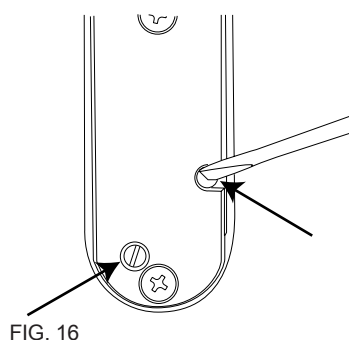

FIG. 16
1. Utilizzando un cacciavite a taglio, rimuovere le due viti situate sul retro dell'elettromaniglia fig. 16;
1. Using a flathead screwdriver, remove the two screws from the back of the electric handle (fig. 16);
1. à l'aide d'un tournevis à tête plate, retirer les deux vis situées qui sont situées sur la partie arrière de la poignée électrique fig. 16 ;
1. Utilizando un destornillador plano, quite los dos tornillos situados en la parte posterior de la electromanilla Fig. 16;
1. Entfernen Sie die beiden rückseitigen Schrauben am Elektrodrücker mit einem Schlitzschraubenzieher, siehe Abb. 16;
1. Verwijder met een schroevendraaier de twee schroeven op de achterkant van de elektrische handgreep fig. 16;